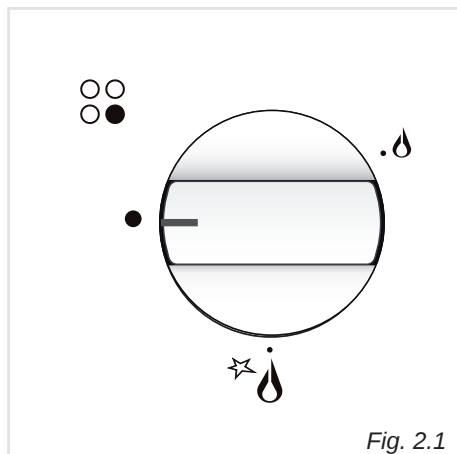
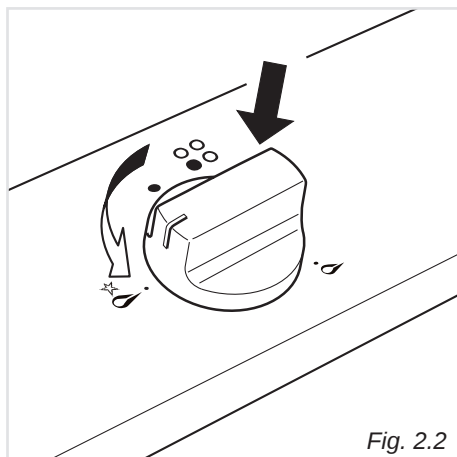

Fig. 2.1
Fig. 2.2
L'afflusso del gas ai bruciatori é regolato dalle manopole di fig. 2.1 che comandano i rubinetti a chiusura di sicurezza.
1. Premere e ruotare la manopola corrispondente (fig. 2.2) fino alla posizione di portata massima  (fiamma grande - fig. 2.1) e mantenere premuta la manopola fino ad accensione avvenuta.